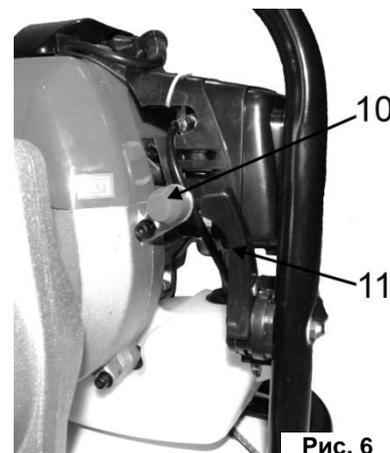

Рис. 6
- Поставьте выключатель зажигания (10)(См. Рис.6) в положение «ВКЛ».
- Переместите рычаг дроссельной заслонки (11)(См. Рис.6) в положение «МИН» и дайте поработать двигателю около одной минуты на минимальных оборотах.
- Переключите выключатель зажигания (10)(См. Рис.6) в положение «ВЫКЛ».
- Число оборотов двигателя и соответственно производительность насоса регулируется изменением положения рычага дросселя (оборотов двигателя) (11)(См. Рис.6).
- Для увеличения выходной мощности насоса – увеличьте число оборотов двигателя, поставив регулятор (11) в положение «МАКС». Соответственно, для уменьшения мощности – в положение «МИН».